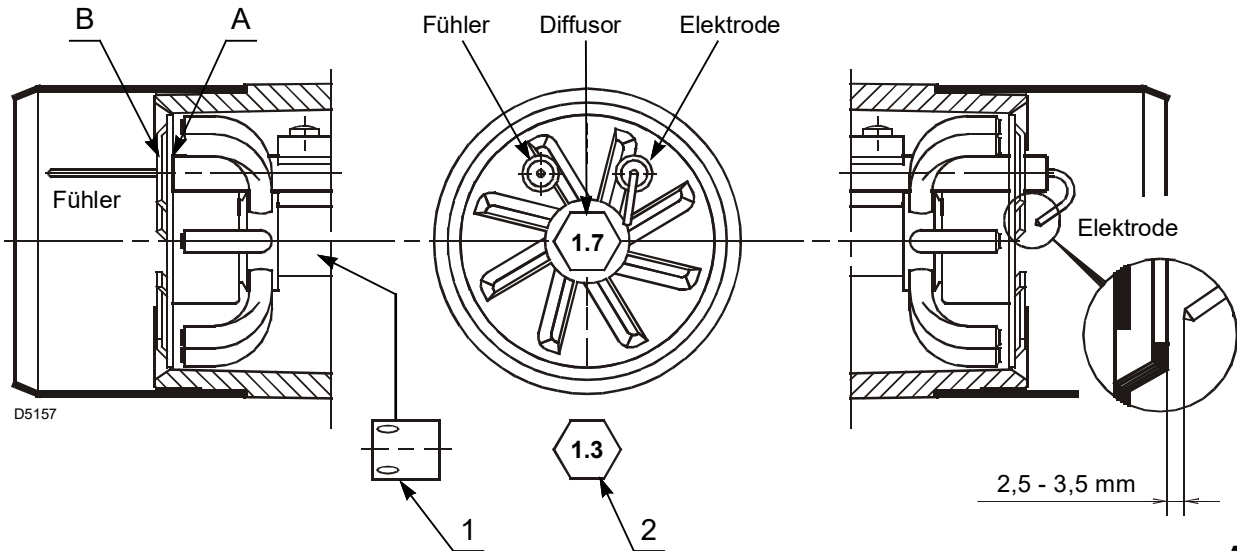

Abb. 12
Die Keramikisolation der Elektrode A) auf die Stauscheibe B)(Abb. 12) legen.
- das Reduzierstück 1)(Abb. 12) einsetzen;